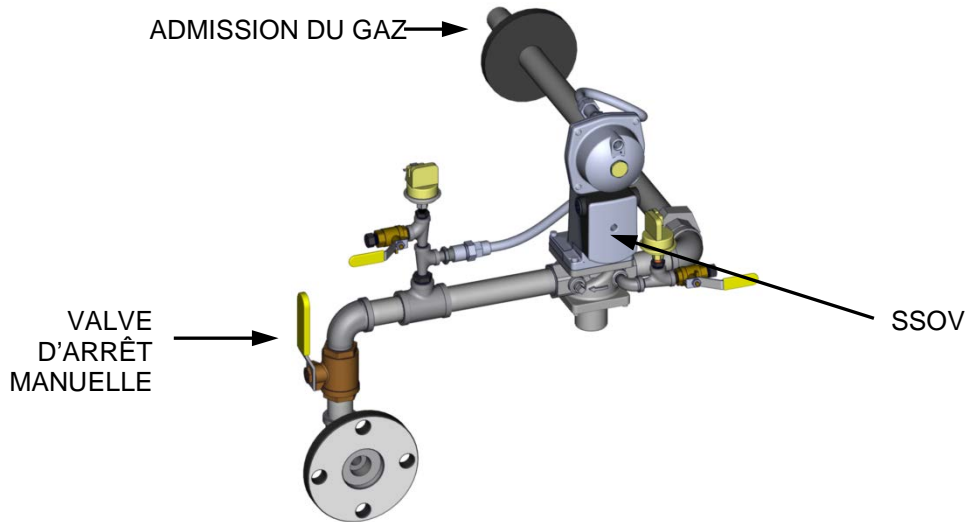

Figure 3-3. Emplacement de la SSOV (Circuit de gaz INN1060)
2. L'appareil vérifie pour s'assurer que le commutateur Preuve de fermeture (POC) de la valve d'arrêt de sécurité (SSOV) est fermé. Voir la figure 3-3 pour l'emplacement du SSOV.